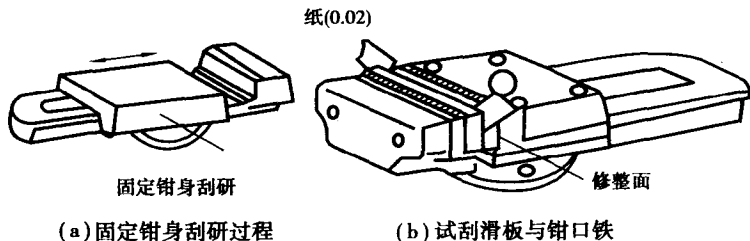

图 1.2 刮研固定钳身和试刮滑板与钳口铁
①要求。使用直角研模板,刮削要求是每 25 毫米 × 25 毫米的面积上有 16 ~ 18 个研点,刮研操作过程如图 1.2(a) 所示。
②刮导轨下滑面和底平面。以上平面为基准,刮导轨下滑面的及底平面,达到平行度误差小于 0.01 毫米,在每 25 毫米 × 25 毫米的面积上,有 6 ~ 8 个研点即可。
③刮导轨两侧面。导轨两侧面达到相互平行度误差小于 0.01 毫米(只允许钳口处大),在每 25 毫米 × 25 毫米的面积上有 12 ~ 16 个研点。
试装钳口铁,以一块钳口铁为基准,修整另一块钳口铁与钳身的接触面,达到两钳口铁装配后的间隙要求,如图 1.2(b) 所示。